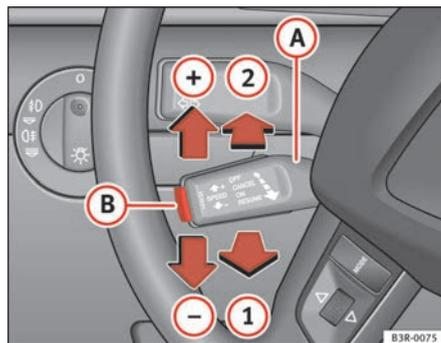

Abb. 143 Bedienungselemente der Geschwindigkeitsregelanlage
- Ziehen Sie den Hebel (A) in Position  $\Rightarrow$  Abb. 143 (1), um die Anlage einzuschalten.
- Drücken Sie kurz auf die Drucktaste (B).
- Drücken Sie den Hebel (A) nach oben in Richtung  $\Rightarrow$  Abb. 143 (+).
- Drücken Sie den Hebel (A) nach unten in Richtung  $\Rightarrow$  Abb. 143 (-).
- Durch kurzes Drücken des Hebels (A) nach oben in Richtung  $\Rightarrow$  Abb. 143 (+) wird die gewünschte Geschwindigkeit um etwa 2 km/h erhöht.
- Durch kurzes Drücken des Hebels (A) nach unten in Richtung  $\Rightarrow$  Abb. 143 (-) wird die gewünschte Geschwindigkeit um etwa 2 km/h verringert.
folgt speichern: Fahren Sie mit der gewünschten Geschwindigkeit und drücken Sie dann kurz die Drucktaste ⇒ Seite 178, Abb. 143 (B) (SET).
- Drücken Sie den Hebel (A) ⇒ Seite 178, Abb. 143 in Position (2) (gerastet).